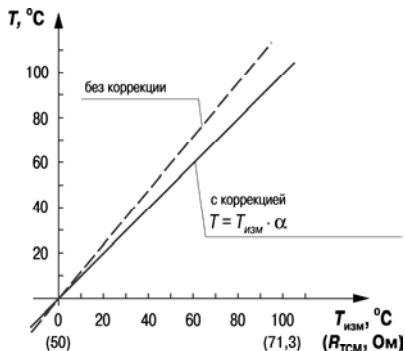

Рис. 5
3.1.5.3. Для компенсации погрешностей датчиков при отклонении значения W_{100} от номинального каждое измеренное значение параметра $T_{ИЗМ}$ умножается на заданный пользователем поправочный коэффициент α («наклон характеристики датчика»). Коэффициент задается в пределах от 0,5 до 2,0. На рис. 5 приведен пример изменения наклона характеристики для датчика TCM(Cu50).